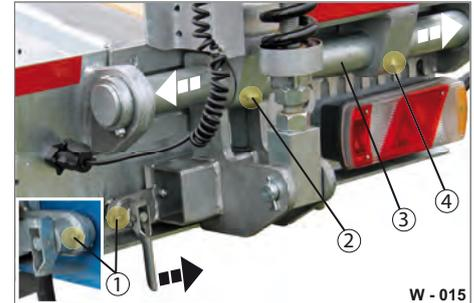

Abb. 18 Auffahrampen-Lagerung schmieren
- ▶ Mit einer Fettpresse die Lagerung an Schmiernippeln (Abb. 18/1,2,4) bis zum Fettaustritt abschmieren.
- ▶ Bolzen-Lagerstellen (Abb. 18/3) mit Maschinenfett einschmieren.